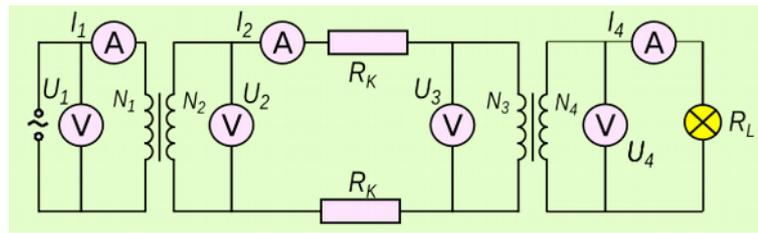

Fig. 201
Die Lampe von Fig. 201 hat die Nennwerte 4 V / 40 mA. Der Widerstand der Leiter beträgt 50 Ω.
- Die Spannung des Generators wird mit einem idealen Transformator auf  $230 \text{ kV}$  erhöht und unmittelbar vor dem Verbraucher durch einen weiteren idealen Transformator auf  $230 \text{ V}$  verringert (siehe Fig. 201). Wie groß ist die Verlustleistung in den Zuleitungen in diesem Fall?